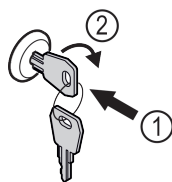

Fig. 91
- ▶ Dugja be a kulcsot Fig. 91 (1).
- ▶ Forgassa el a kulcsot 90°-kal az óramutató járásával megegyező irányba Fig. 91 (2).